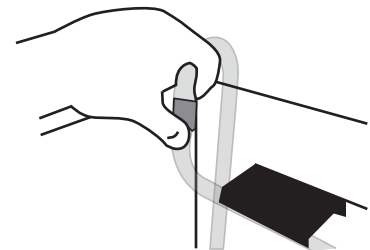

Fig 2
1. Separe temporalmente la salida del tubo, de la barra de spray o del pico de pato. Fig 2